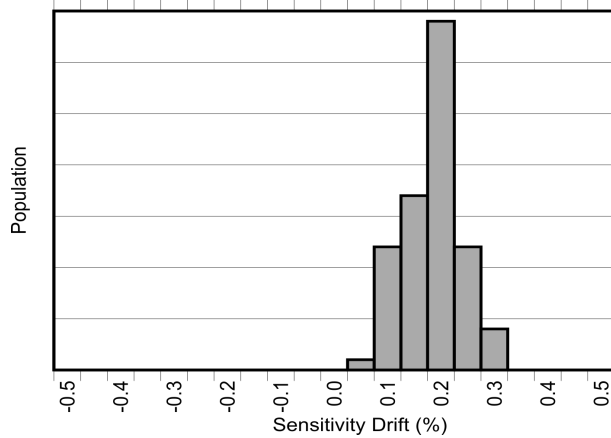
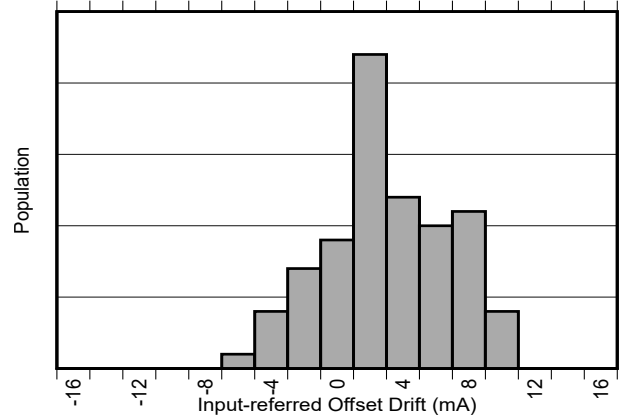

图 8-3. AEC-Q100 高温工作寿命应力测试后的灵敏度误差漂移
图 8-4. AEC-Q100 高温工作寿命应力测试后的以输入为基准的失调漂移
除了较大的热漂移之外，典型的磁性电流传感器由于在器件的寿命内老化，其灵敏度还会出现 2% 到 3% 的额外漂移。TMCS1123 中用于降低温度漂移的相同专有补偿技术也用于大大降低由于应力和环境条件（尤其是在较高的运行温度下）引起的老化而导致的寿命漂移。如 电气特性 所示，TMCS1123 具有行业出色的寿命灵敏度漂移，这是在标准三批 AEC-Q100 认证期间，在 130°C 和 85% 相对湿度 (RH) 下进行高加速应力测试 (HAST) 后实现的。在按照 AEC-Q100 认证规定进行 1000 小时、125°C 高温工作寿命应力测试后，还观察到 电气特性 中规定的界限内的低灵敏度和温漂。这些测试模拟了器件在使用寿命期间的典型运行情况，表明与典型的磁性电流传感器相比，由于老化导致的器件性能变化得到了极大的改善。图 8-3 和图 8-4 展示了在进行 AEC-Q100 规定的 1000 小时、125°C 高温工作寿命应力测试后的灵敏度和失调电压漂移。器件的运行性能在器件的整个生命周期内存在差异。该测试模拟了典型的器件寿命，并表明器件与典型磁传感器相比可能会大幅提高性能。